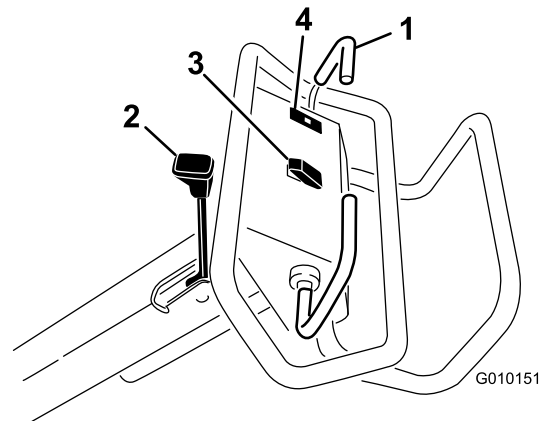

Figure 11
Pour avancer, poussez la barre de commande de déplacement en avant. Pour reculer, tirez la barre de commande de déplacement en arrière (Figure 11).
- Pour serrer le frein de stationnement, rapprochez le levier de la poignée (Figure 11).
Le témoin de pression d'huile (Figure 11) s'allume quand la pression de l'huile moteur descend au-dessous du niveau admissible. Dans ce cas, coupez le moteur et recherchez la cause de la baisse de pression. Effectuez les réparations nécessaires avant de remettre le moteur en marche.
**Levage** – appuyez sur le haut du commutateur (Figure 11) pour lever la tête d'aération et la désengager. Le moteur doit être en marche pour produire la pression de levage. Si la tête d'aération est en dessous de la hauteur de transport, voir Réinitialisation du circuit de commande du système (page 25).
**Abaissement/engagement** - Appuyez sur le bas du commutateur (Figure 11) pour abaisser et engager la tête d'aération. La barre de commande de déplacement doit être en position avant pour activer le commutateur.